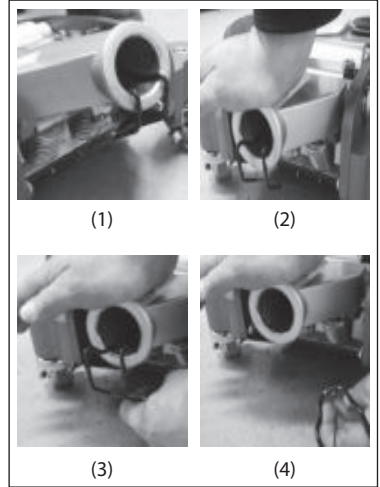

Fig. 02
- Remove the transportation lock on the lever support. (Fig.02). Push the lever support down (1/2) and remove the transport lock (3/4).
- Entfernen Sie die Transportsicherung an der Hebelaufnahme. (Fig.02). Drücken Sie hierfür die Hebelaufnahme nach unten (1/2) und entnehmen Sie die Sicherung (3/4).